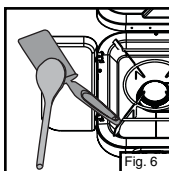

Fig. 6
■ Vous pouvez abaisser un pare-vent et vous en servir pour poser un ustensile léger. (Fig. 6)